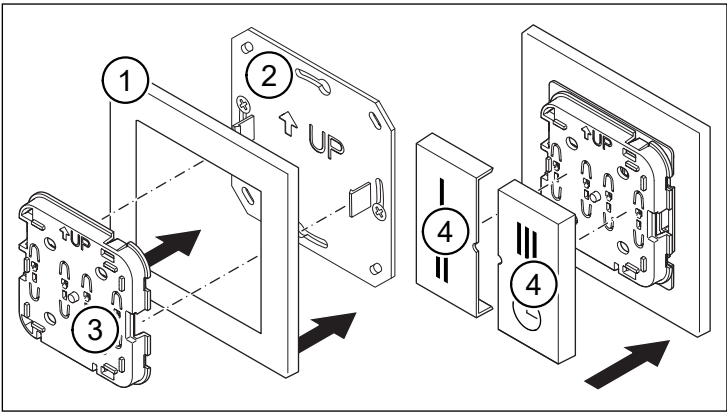

Abb. 4: Funktaster zusammenbauen
- Setzen Sie den Rahmen (Pos. 1 in Abb. 4) auf die Montageplatte (Pos. 2 in Abb. 4).
- Rasten Sie die Elektroneinheit (Pos. 3 in Abb. 4) an den Rasthaken der Montageplatte ein. Beachten Sie, dass der Pfeil mit der Bezeichnung „UP“ immer nach oben zeigt.
- Setzen Sie die beiden Taster (Pos. 4 in Abb. 4) auf die Elektroneinheit auf.